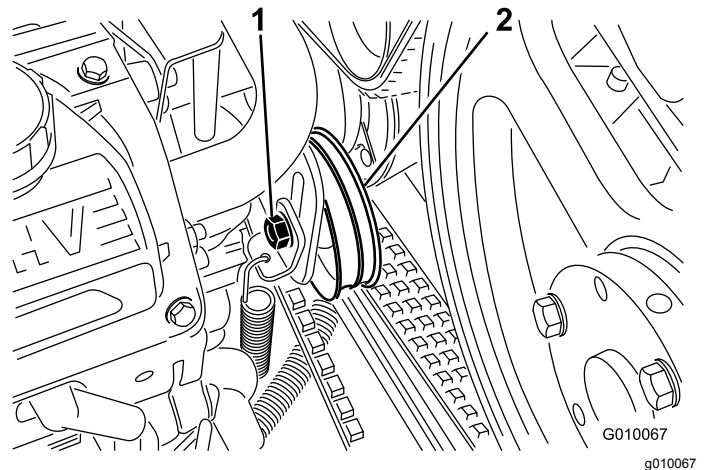

Figura 58
4. Afloje el perno de la polea tensora de la bomba sólo lo suficiente para permitir que se desplace dentro de la ranura de ajuste (Figura 58).